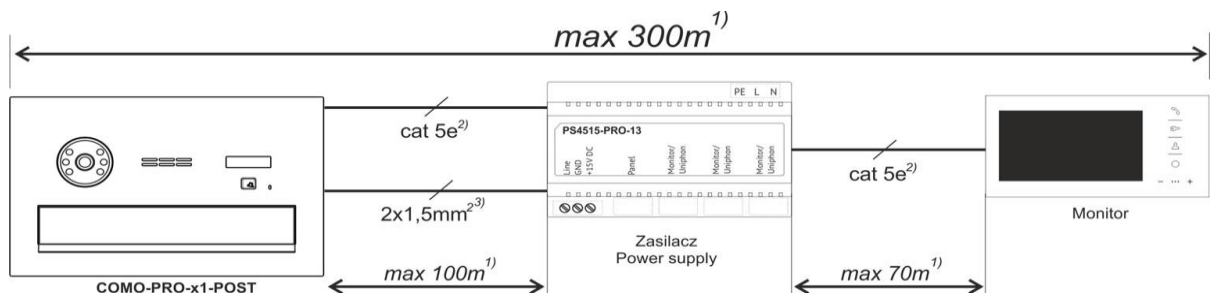

Abb. 3 Maximale Leitungslängen.
Der Anschluss der Sprechanlage sollte gemäß dem Schema – Abb.2 bei ausgeschalteter Stromversorgung vorgenommen werden. Die Verwendung von RJ45-Steckern und Twisted-Pair-Kabeln (UTP-Kabel, mind. Kat. 5e) wird empfohlen. In diesem Fall sind die maximalen Kabellängen: 100 m zwischen Sprechanlage und der Stromversorgung und 70 m zwischen dem Monitor und der Stromversorgung (für Informationen über längere Verbindungslängen siehe Abb. 3). Alle RJ45-Steckverbinder müssen gemäß der Norm **T568B** gleichmäßig gecrimpt werden. Im Falle eines Audiosystems sind mindestens 3 Drähte zwischen Sprechanlage und dem Empfänger erforderlich (Drahtdurchmesser mindestens 0,5 mm / in diesem Fall beträgt die maximale Entfernung zwischen der Sprechanlage und der Stromversorgung 50 m).
Der elektrische Türöffner wird an die Klemmen ELOCK OUTPUT (+ und -) und seine Stromversorgung an ELOCK POWER (+ und -) angeschlossen. In diesem Fall empfiehlt es sich, Kabel zu verwenden, die für die Stromaufnahme des Türöffners ausgelegt sind (typischerweise 1,5 mm2) und den Abstand gemäß Abb. 3 einzuhalten. Werkseitig ist der ELOCK OUTPUT auf den Modus „elektrischer Türöffner“ eingestellt – die Spannung am Ausgang erscheint beim Öffnen und wird zusätzlich entsprechend moduliert, sodass bei einer Gleichspannung von +15 V ein 12-V-Türöffner verwendet werden kann. In den Einstellungen kann der Typ ELOCK OUTPUT auf geändert werden: „Reversibel“ (z. B. wenn ein reversibler elektrischer Türöffner angeschlossen ist) – in diesem Fall verschwindet die Spannung am Ausgang beim Öffnen, oder vom Typ „Relais“ – die Spannung am Ausgang erscheint beim Öffnen ohne zusätzliche Modulation (z. B. wenn ein Relais angeschlossen ist). **HINWEIS!** Bei den Typen „Reversibel“ und „Relais“ erscheint der an den Eingang ELOCK POWER angeschlossene Spannungswert direkt am Ausgang und es muss eine Stromversorgung mit Parametern verwendet werden, die mit dem verwendeten Türöffner/Relais kompatibel sind (an ELOCK POWER kann auch eine Wechselspannungsversorgung (AC) angeschlossen werden - stellen Sie in diesem Fall den Typ der Ausgangssteuerung ein: „Relais“). Bei geringem Abstand (bis zu einigen Metern) zwischen der Stromversorgung und der Sprechanlage ist es zulässig, den elektrischen Türöffner über die Versorgungsspannung der Sprechanlage zu versorgen (Twisted-Pair-Kabel - UTP). Dazu müssen die Steckbrücken J2 und J3 eingesetzt werden. **Eine solche Verbindung wird nicht empfohlen und hängt von der Art des verwendeten Türöffners ab – im Falle einer Fehlfunktion des Systems sollte der Türöffner über ein separates Kabel mit Strom versorgt werden.**